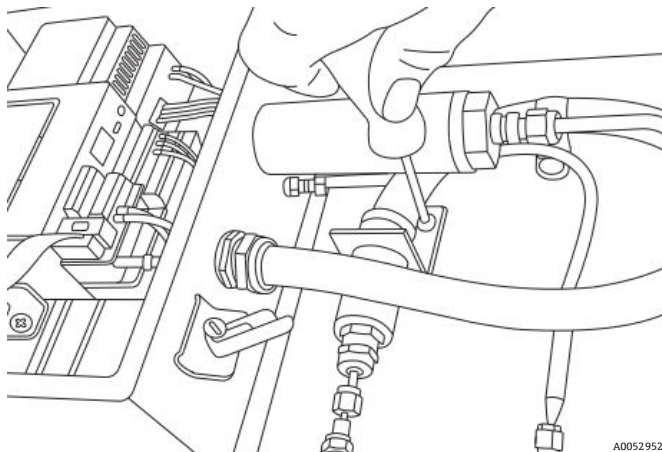

Abbildung 86. Kabelführungshalterung entfernen
7. Schrauben (x2) der Kabelführungshalterung mit einem 5/32 in. Sechskantschraubendreher entfernen. Siehe Abbildung 86.